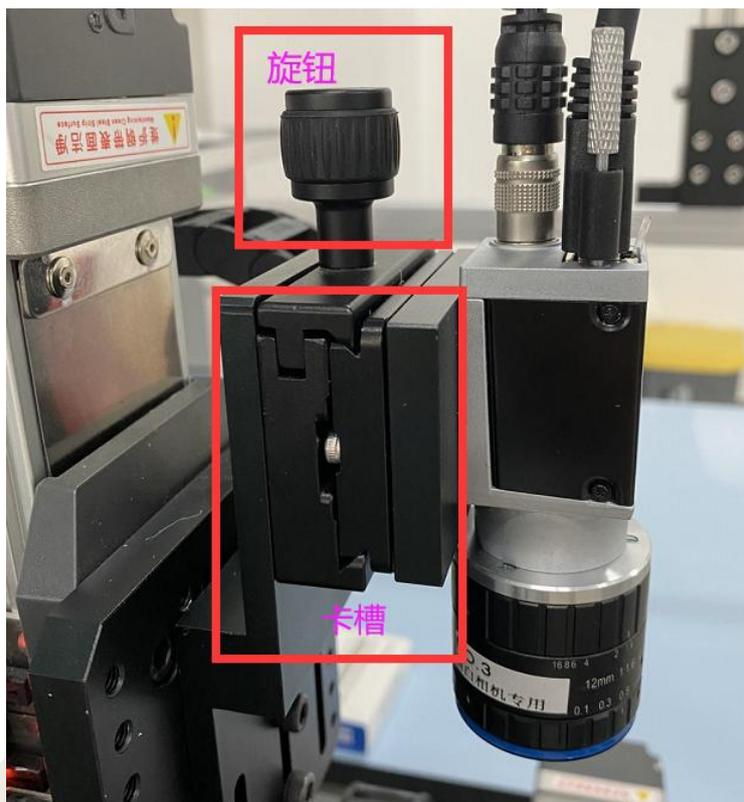

图 1-7 安装相机示意图
- ② 转动运动平台 Z 轴上方的黑色旋钮，将相机卡在槽位，并旋紧旋钮固定相机，如图 1-7。